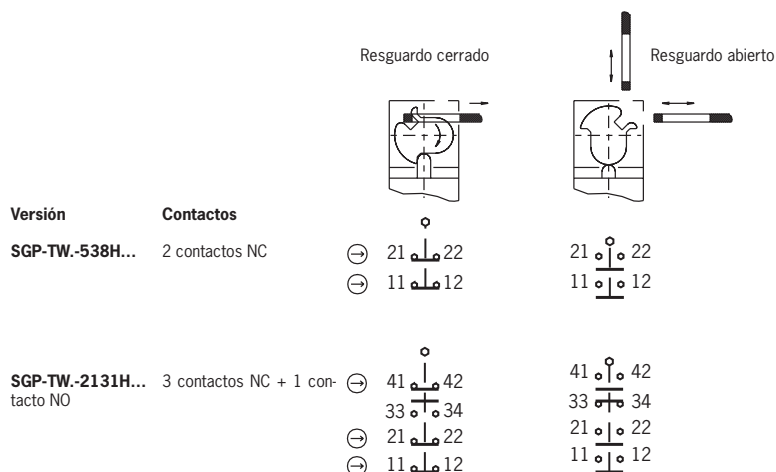

Fig. 3: Elementos interruptores y funciones de conmutación
3. Apriete las conexiones y los bornes con 0,5 Nm (para la asignación de contactos, consulte la Fig. 3).